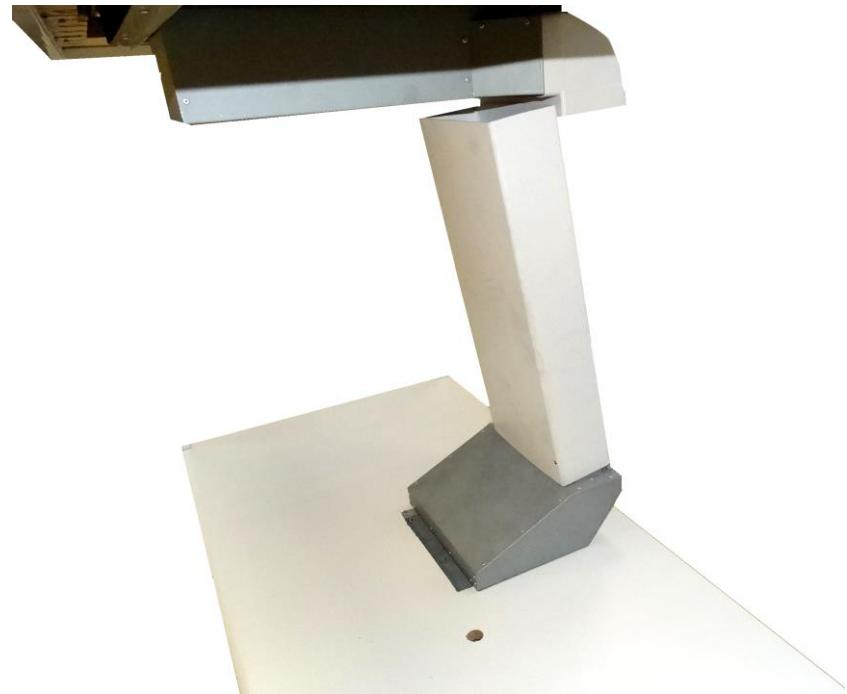

Рис. 29А
19. На соединительную переходную часть турбины (J) устанавливаем урезанный на соответственную длину вентиляционный канал 220x90 (Е) (Рис. 29А).